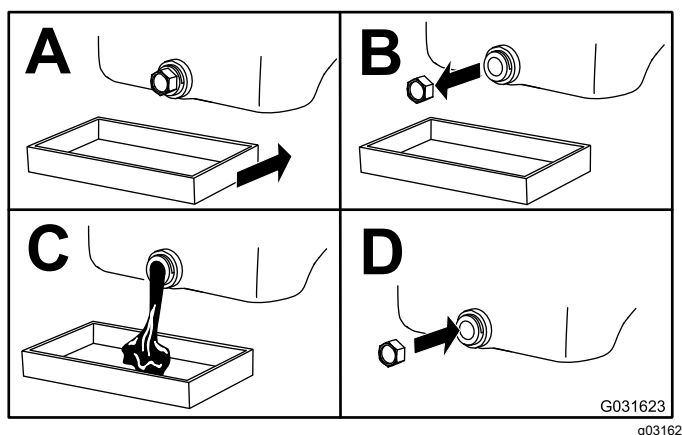

Рисунок 38
4. Замените масло в двигателе, как показано на Рисунок 38.